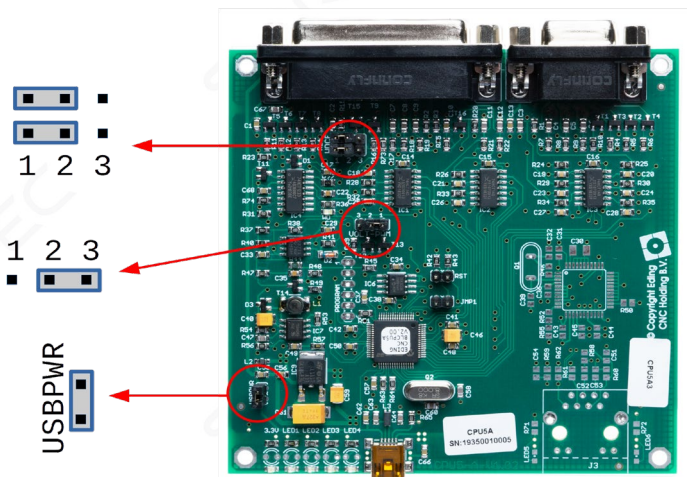

Bild 8: Jumper-Setting Eding V5A
- Die Jumper auf der V5A-Platine müssen gesetzt werden, wie in Bild 8 gezeigt.